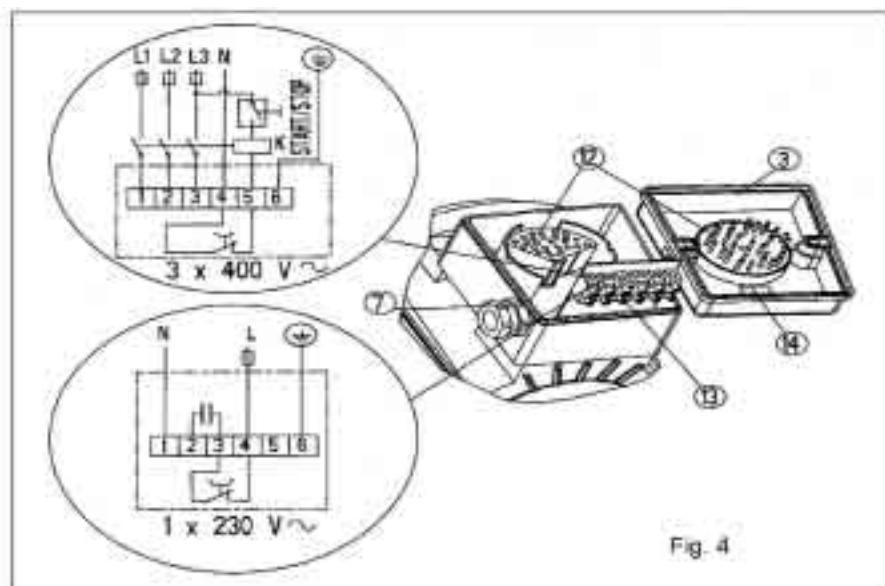

Fig. 4
Nei circolatori del tipo NC, NCD (NCM, NCDM) il rotore del motore elettrico è immerso e provvisto di cuscinetti lubrificati dall'acqua. Prima di essere messo in funzione, il circolatore deve essere riempito d'acqua e disaerato. Disaerare il circolatore svitando la vite sulla parte posteriore del motore (fig. 1 – pos. 5). L'aria uscirà attraverso la fessura tra l'albero del motore ed il cuscinetto. Quando l'acqua comincia a defluire, chiudere entrambe le valvole in aspirazione e mandata della pompa. Far partire la pompa e controllare che il senso di rotazione dell'albero corrisponda a quello indicato sulla targhetta del motore (fig. 1 – pos. 6). Nel caso di direzione sbagliata, scambiare le fasi L1 e L2 se il motore è trifase (fig. 4). Nel caso di motori monofase il senso di rotazione è sempre corretto. Quando si è stabilito il giusto senso di rotazione dell'albero motore, serrare la vite (fig. 1 – pos. 5) e riaprire entrambe le valvole in aspirazione e mandata della pompa.
The connecting wire has to be connected over a cable entry Pg 16 (Fig. 4 – Pos. 7), and has to be "T" version due to the pump warm-up being higher than 50K.
The electrical connection of pumps has to be carried out according to the wiring diagram (Fig. 4 – Pos. 14) that is glued on the motor cover (Fig. 4 – Pos. 3) up to the connecting terminals (Fig. 4 – Pos. 13).
In Fig. 4, Pos. 12 a male and female parts of connector are designated, they are put together when the pump is operating.
With the pumps of types NC, NCD (NCM, NCDM) the rotor of electric motor is submerged and provided with water-lubricated bearings. Before putting the pump into operation, it has to be filled with water and deaerated. Degaerate the pump by unscrewing a screw on the back side of the electric motor (Fig. 1 – Pos. 5). Air will flow out through the cleft between the motor shaft and bearing. When water starts to flow out, close the valves at both the suction and pressure side of the pump. Start the pump and check the direction of shaft rotation. It has to match that indicated on the electric motor nameplate (Fig. 1 – Pos. 6). In case of a wrong direction, interchange with the three-phase pumps the phases L1 and L2 (Fig. 4). For single-phase pumps the rotation direction is always correct. When a correct rotation of the pump shaft has been established, tighten the screw (Fig. 1 – Pos. 5), and open the valves at both the suction and pressure side of the pump.
Соединительный проводник подключается через кабельный вход Pg 16 (Рис. 4 – Пункт 7), и должен быть «Т» версии из-за согревания насоса, которое большее чем 50 К.
Электрическое соединение насосов должно быть осуществлено по схеме связи (Рис.4 – Пункт 14), которая наклеена на крышке мотора (Рис.4 – Пункт 3) до соединительных зажимов (Рис.4 – Пункт 13). На Рис.4 – Пункт 12 обозначены мужской и женский дел коннектора, которые при работе мотора соединены.
В насосах типа NC, NCD (NCM, NCDM) ротор электрического мотора находится в воде на подшипниках, смазываемых водой. Перед началом работы насос надо наполнить водой и продуть (удалить возможный воздух). Насос продувается путем отворачивания винта на тыльной стороне электромотора (Рис. 1 – Пункт 5). Через щель между валом мотора и подшипником выходит воздух. Когда начнет течь вода, закрыть вентили на всасывающей и выходной стороне насоса. Насос включить и контролировать направление вращения вала. Вращение должно совпадать с обозначением на табличке электромотора. (Рис. 1 – Пункт 6). Если направление вращения ошибочно, то при трехфазных насосах надо между собой поменять фазы L1 и L2 (Рис. 4). Для однофазных моторов направление вращения всегда правильно. Когда вал мотора вращается правильно, закрутить винт (Рис. 1 – Пункт 5), и открыть вентили на выходной и входной стороне насоса.